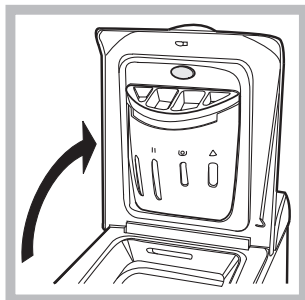

Fig. 1
A) Deschiderea capacului superior (Fig. 1):